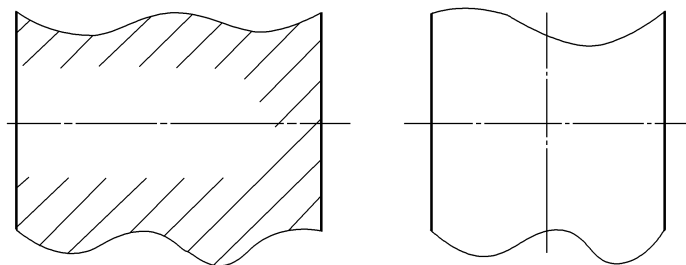

图 47
47. 已知 M16 内螺纹, 螺纹有效长度 30mm, 钻空深度 35mm, 空口倒角 $1.5 \times 45^\circ$ (图 47)。